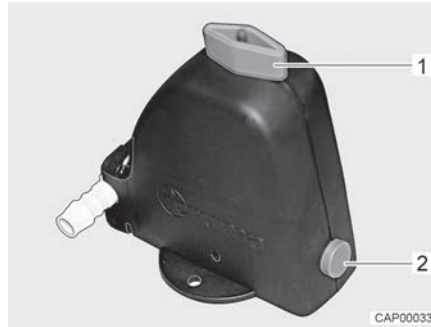
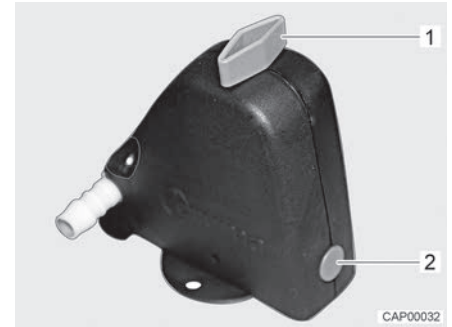

Bild 153 Sicherheits-/Ablassventil geöffnet
Bild 154 Sicherheits-/Ablassventil geschlossen
- Sicherheits-/Ablassventil schließen. Dazu Drehknopf (Bild 153,1) quer zum Sicherheits-/Ablassventil drehen und Druckknopf (Bild 153,2) hindrücken. Das geschlossene Sicherheits-/Ablassventil ist in Bild 154 dargestellt. Bei Temperaturen unter 6 °C lässt sich das Sicherheits-/Ablassventil nicht schließen.